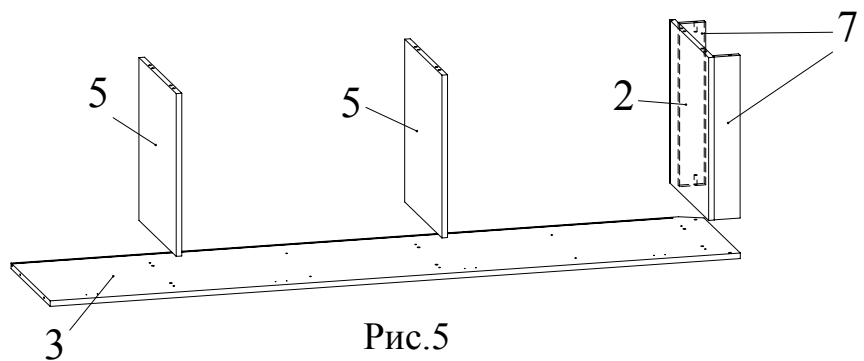

Рис.5
7. Установить дно 2, полки 5 на боковину 3 и зафиксировать, повернув конфирматным ключом головки минификсов по часовой стрелке до упора (Рис. 5).